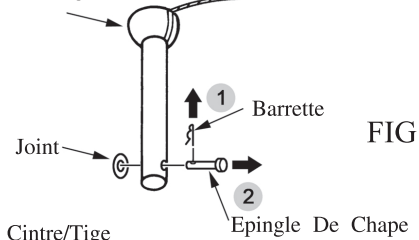

FIG.1
1. Enlever les barrette & le joint de l'épingle de chape et enlever l'épingle de tige inférieure. (Voir fig.1)